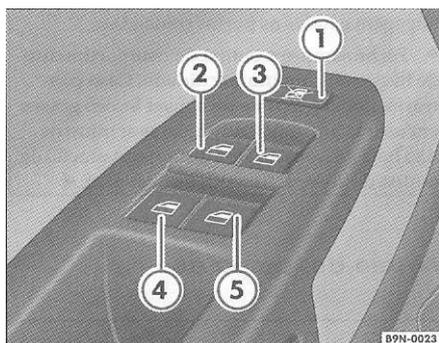

Fig. 47 Detalhe do descanso-braço da porta do condutor: teclas de comando dos vidros dianteiros e traseiros
- Pressione a tecla => fig. 47 0, ®, © ou © para abrir a janela correspondente.
Com o interruptor de segurança (7) => fig. 47 na porta do condutor, o funcionamento dos vidros elétricos traseiros poderá ser desativado.
O sistema automático de abertura e fechamento²¹¹ das janelas dianteiras só pode ser operado através dos comandos na porta do condutor. Asteclas Página 66, fig. 47 têm dois níveis de acionamento para abrir e dois níveis para fechar as janelas. Com isso, fica mais fácil controlar a abertura ou fechamento das janelas.